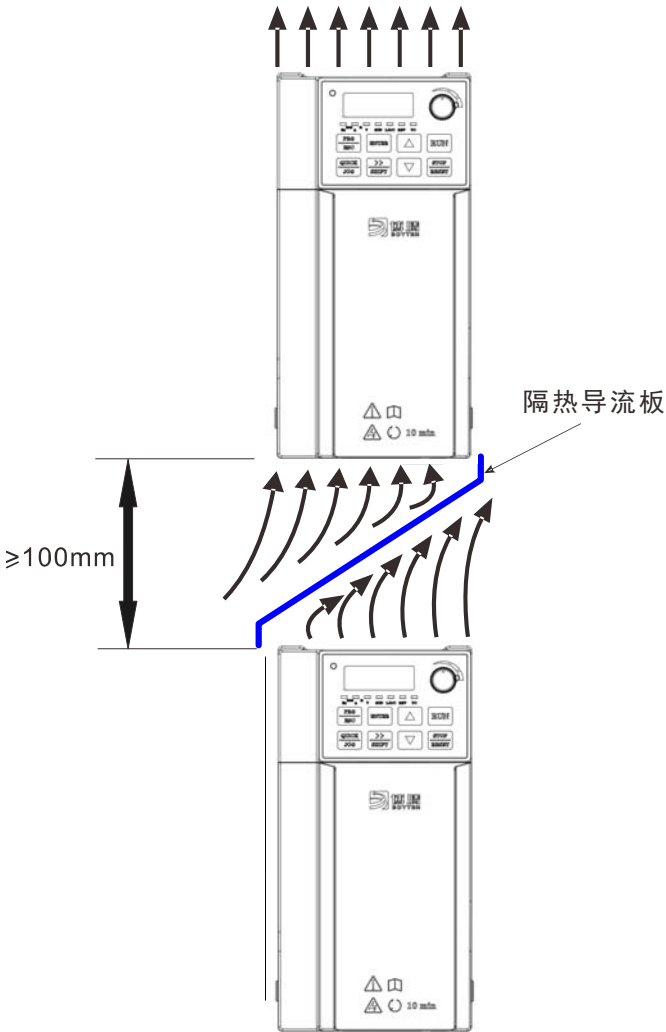

图3-2. A900PLUS变频器安装示意图
- 1) 请垂直安装变频器，便于热量向上散发。但不能倒置。若柜内有较多变频器时，最好是并排安装。在需要上下安装の場合，请参考图3-2的示意，安装隔热导流板。